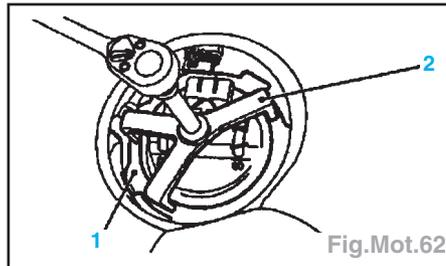

Fig.Mot.62
- la bague (1) de verrouillage avec l'outil KM-797 (2) (Fig.Mot.62).